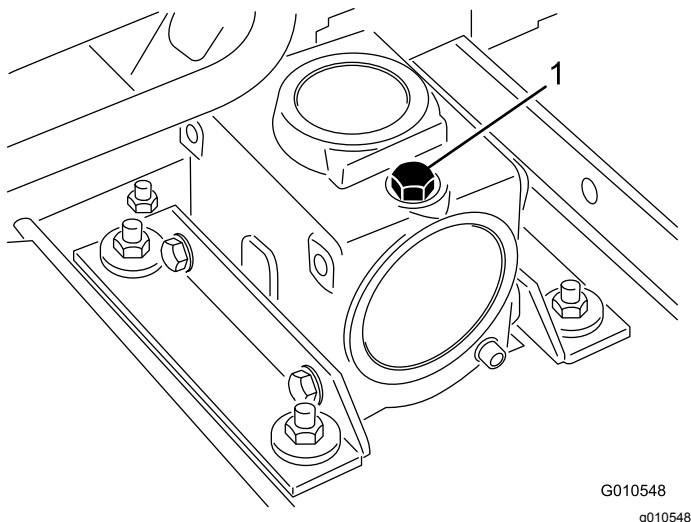

Bild 23
2. Nehmen Sie den Peilstab bzw. die Füllschraube oben am Getriebe ab (Bild 23) und stellen Sie sicher, dass der Ölstand zwischen den Markierungen am Peilstab liegt. Wenn der Ölstand niedrig ist, füllen Sie Öl ein, bis der Stand zwischen den Markierungen liegt.